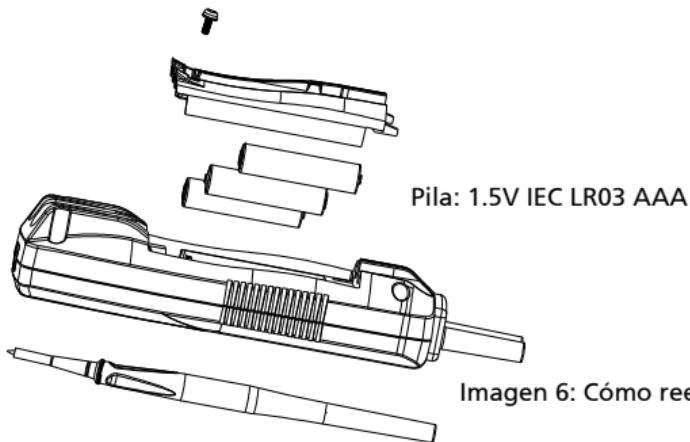

Imagen 6: Cómo reemplazar las pilas
El VPC-10A usa tres pilas de 1.5 V. Para la reemplazar las pilas, siga estos pasos y consulte la Imagen 6:
4. Reemplace la pila como se muestra en la Imagen 6. Observe la polaridad de la pila que se muestra en el compartimiento de la pila.